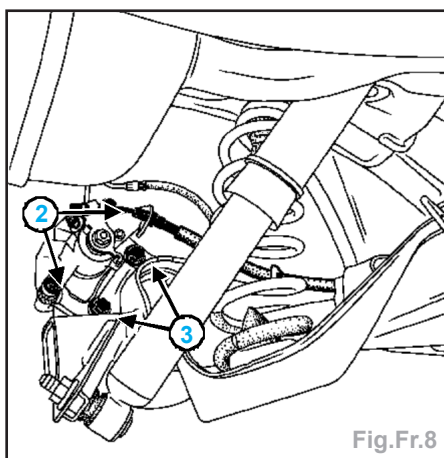

Fig.Fr.8
- les vis de fixation de colonnettes (2) (Fig.Fr.8),
- les vis de colonnettes (2) (Fig.Fr.8),
- les vis de fixation de support d'étrier (3),